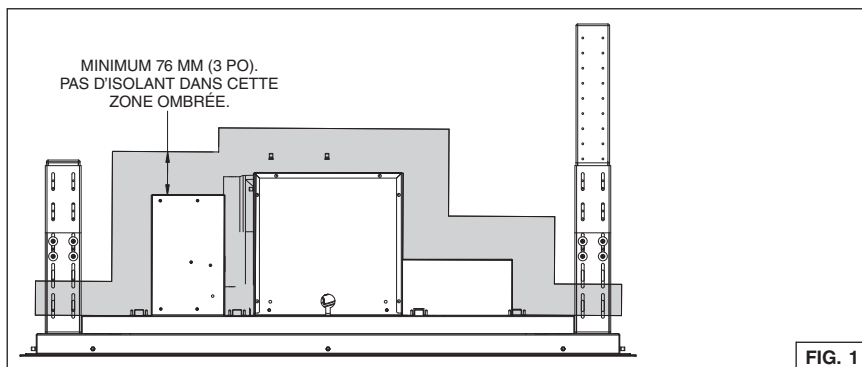

FIG. 1
10. Type d'installation non-IC : L'isolant thermique de la maison ne doit pas couvrir le haut de la hotte et doit être à au moins 76 mm (3 po) du boîtier de tout côté. (Fig. 1)
Commandes (Fig. 1)